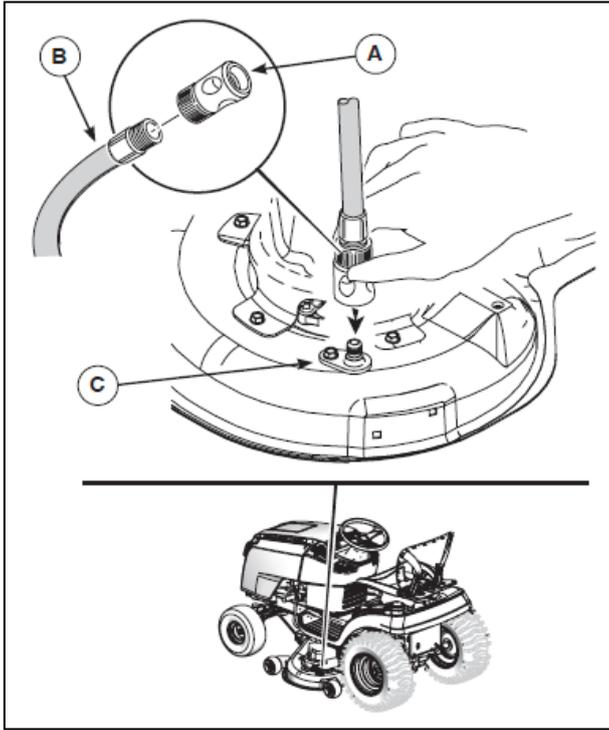

図 16 モアデッキの清掃
2. ワンタッチコネクタ(図16のA)を水道ホース(B)に取付け、モアデッキにある洗浄ポート(C)に接続します。